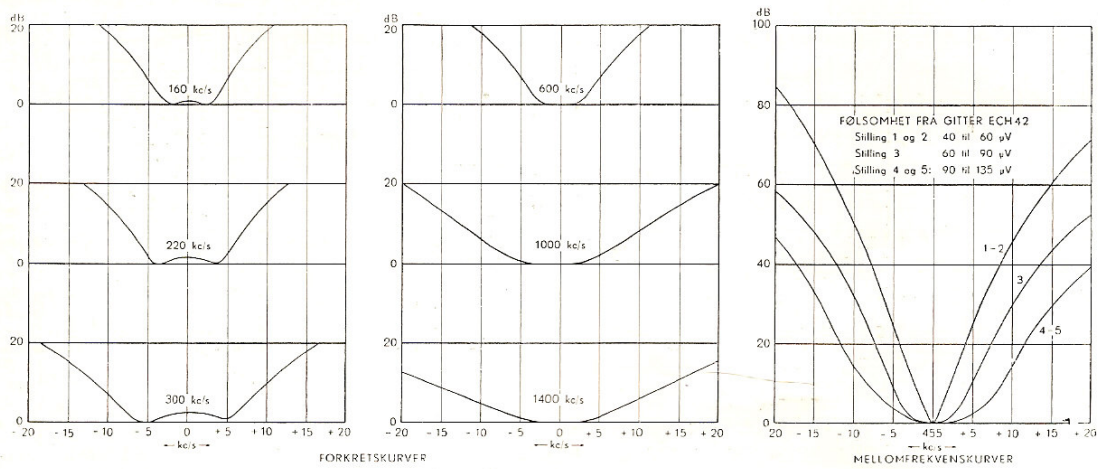

Fig. 11. Selektivitetskurver for forkretser og MF-filter.
Selektivitetsvenderen. Første MF-filter har variabel kopling mellom kretsene. Den er minst når selektivitetsvenderen (909) står i stilling 1 og 2, og filtret er da skarpest. I stilling 3 og 4 legger venderen inn ekstra koplingstørn, og båndbredden øker. Se fig. 11.
Fig. 11 viser forkretsens selektivitet ved noen karakteristiske frekvenser. Mellomfrekvenskurvene for de forskjellige selektivitetsstillinger er også vist på fig. 11.